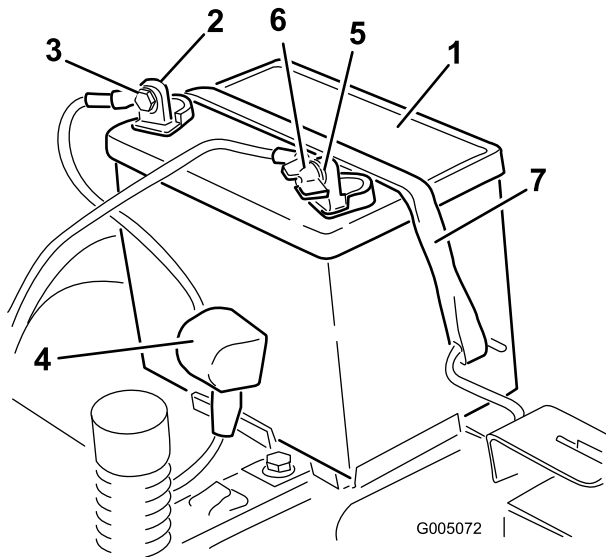

Figure 39
4. Débranchez le câble négatif (noir) de mise à la masse de la borne de la batterie (Figure 39).
6. Débranchez le câble positif (rouge) de la borne de la batterie (Figure 39).
7. Déposez la barrette de maintien de la batterie et soulevez la batterie de son support (Figure 39).
1. Placez la batterie dans son support (Figure 39).
5. Fixez la batterie en place à l'aide de la barrette de maintien (Figure 39).